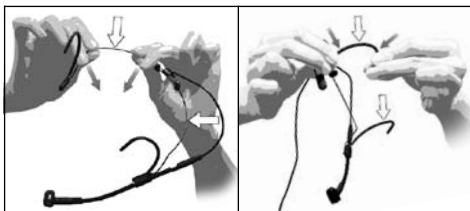

Fig. 6: Come piegare l'archetto sottonucale e l'archetto auricolare
Vedi fig. 6.
- Tenete l'archetto sottonucale e l'archetto auricolare fermi nei punti indicati nella fig. 6 e piegateli **prudentemente** un po' verso l'interno.